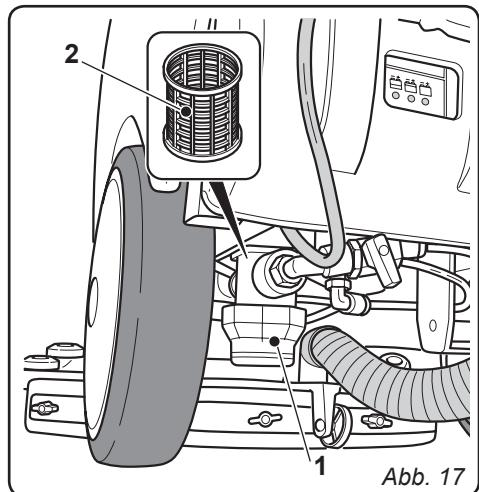

Abb. 17
11.1.d - Reinigung des Frischwasser-filters (Abb. 17)
- Drehen Sie den durchsichtigen Deckel (1) des Filters ab und entfernen Sie den Filter (2).
- Reinigen Sie den Filter (2) unter fließendem Wasser, sollte er verstopft sein, so wechseln Sie ihn aus.